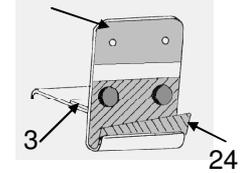

Abb. 4.2.
4. Befestigen Sie die Gummiformteile (24) an den unteren Montageelementen. Bei einigen Montageelementen wurden bereits werkseitig Lackschutzfolien eingeklebt, die keinesfalls entfernt werden dürfen (die Form kann von den abgebildeten Winkeln abweichen). Hängen Sie die Elemente in die leicht geöffnete Heckklappe ein siehe Abb. 4.1, bzw. schieben Sie die obere Platte hinter das Kennzeichen siehe Abb. 4.2. Richten Sie die unteren Montageelemente (3) so aus, daß die Vierkantstanzungen der unteren Montageelemente (3) genau unter den Bohrungen des Trägerrohres liegen.
5. Verbinden Sie die unteren Montageelemente (3) mit dem Trägergestell (1). Hierzu ziehen Sie das Trägergestell herunter und zu sich heran, bis sich die Bohrung im Trägerrohr genau in der Flucht der Vierkantstanzung der unteren Montageelemente befindet. Führen Sie nun die Spannschrauben (14) durch die Öffnungen von Montageelementen und Trägerrohr (Achten Sie darauf, daß der Vierkant der Schraube richtig in der Stanzung des Montageelements sitzt). Drehen Sie nun die Rändelmutter (13) so weit an, bis das Trägerrohr auf den unteren Montageelementen (3) aufliegt. Hierdurch wird der Träger verspannt und erhält seine Stabilität. Jetzt werden die Muttern (11) an den Klemmböcken (8) fest angezogen. Die Muttern dürfen bis max. 11 Nm angezogen werden.